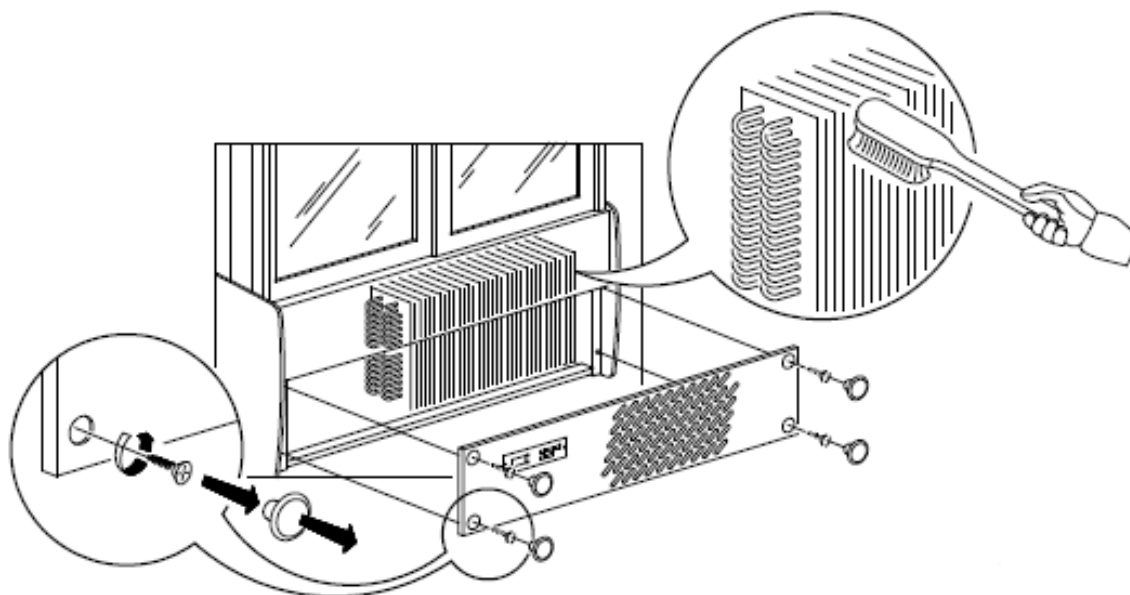

Рис.20
- Снимите заднюю предохранительную решетку (**Рис.20**)